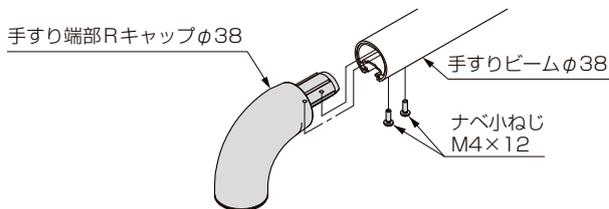

図7-4
- 図7-4のようにして、端部キャップRを取付けてください。